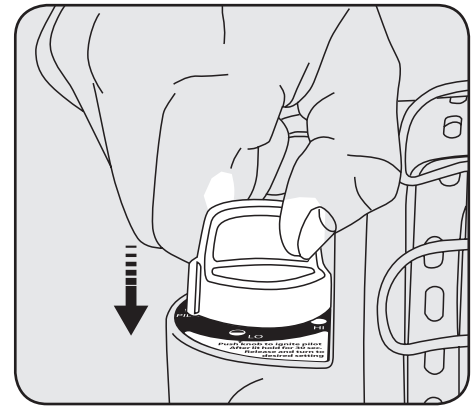

Figure 3
4. Tournez le bouton de commande dans le sens contraire des aiguilles d'une montre à la position « PILOTE ». Voir Figure 3. Enfoncez le bouton d'allumage d'impulsion situé dans le compartiment annexe (voir Figure 5, la page 6), tout en maintenant le bouton pilote enfoncé.
6. Tournez le bouton de commande dans le sens antihoraire sur «PILOT» et appuyez sur pour allumer. Voir la figure 3. Enfoncez le bouton d'allumage d'impulsion situé dans le compartiment annexe (voir Figure 5, la page 6), tout en maintenant le bouton pilote enfoncé. La purge de l'air du tuyau d'alimentation peut prendre plus de temps en fonction de la longueur du tuyau utilisé.